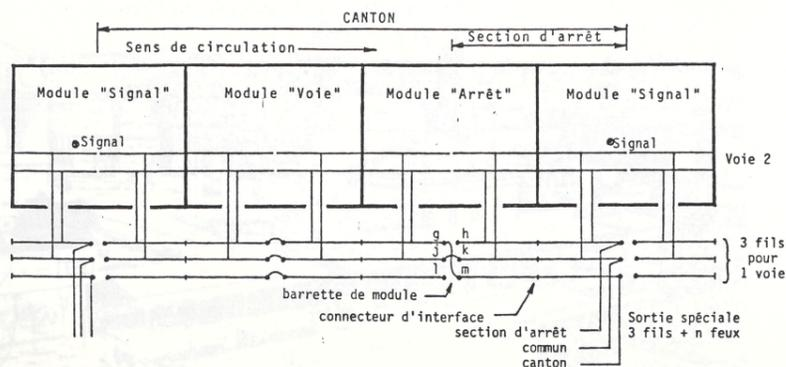

Fig.2 " CANTON V2 "
- b) Du canton à la commande centralisée, "canton V1 ou V2" fig.2. Les cantons n'étant pas obligatoirement découpés en symétrie il arrivera que les signaux V1 et V2 ne soient pas sur le même module, d'où nécessité de liaisons séparées vers la commande centralisée.